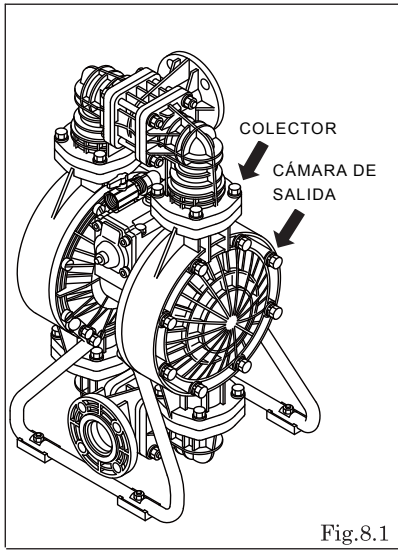

Fig.8.1
- Vuelve a apretar el compartimiento de la salida y entonces el múltiple en esta orden. [Fig. 8.1]